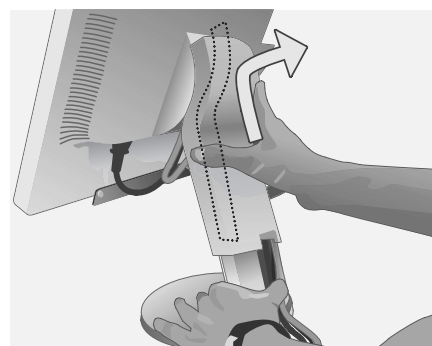

Rysunek C.3 (Ilustracja: model LCD2070NX)
8. Upewnić się, że wszystkie przewody spoczywają płasko oparte o podstawkę (**Rysunek C.3**).